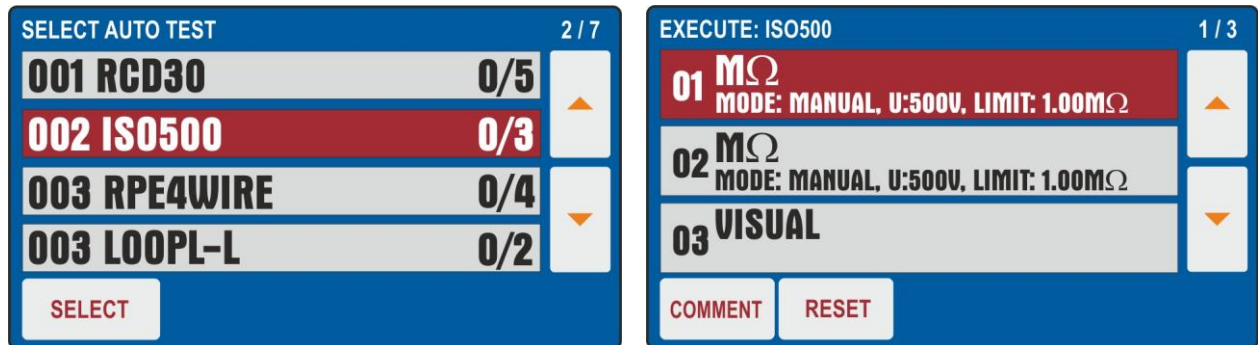

Fig. 76: Videata iniziale funzione AUTO TEST
1. Premere il tasto **FUNC** e selezionare la funzione **AUTO TEST**. La videata di Fig. 76 – parte sinistra è mostrata a display
2. Usare i tasti freccia ▼ o ▲ per selezionare l'Autotest desiderato (ex: misura di Isolamento con tensione di prova 500VDC e 3 test inclusi) e toccare il tasto **SELECT (SELEZIONA)** oppure direttamente la riga corrispondente. Il messaggio "0/X" in cui X=numero di test presenti nell'Autotest indica che nessun test interno è stato eseguito. La videata di Fig. 76 – parte destra è mostrata a display